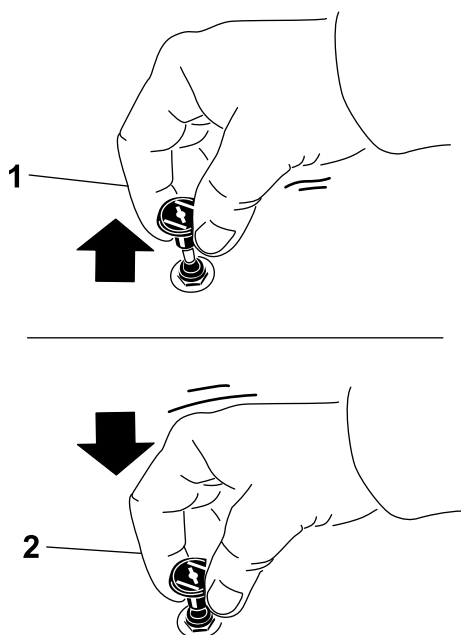

Figura 18
1. Tire hacia arriba del mando para engranar el estérter antes de usar el interruptor de encendido (Figura 18).
2. Presione hacia abajo el control del estérter para desactivar el estérter después de que el motor arranque (Figura 18).